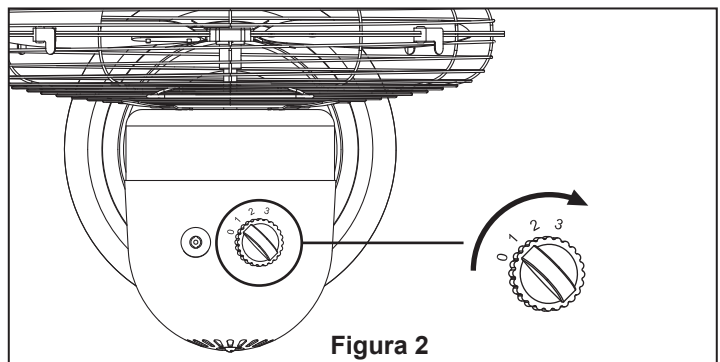

Figura 2
2. Seleccione la velocidad de aire deseada, ubicada en la base del ventilador rotando el interruptor en el sentido de las agujas del reloj. (Figura 2)